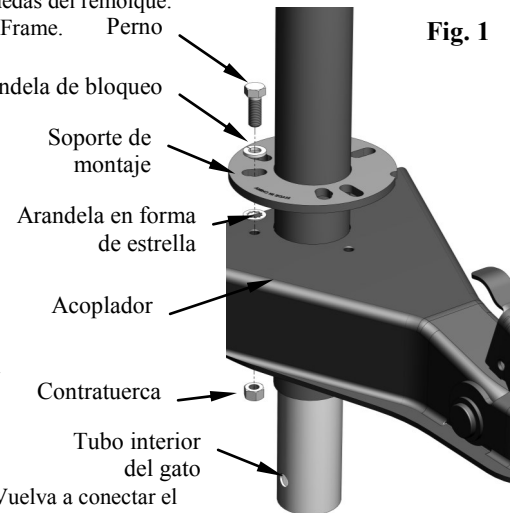

Fig. 1
2. Retire el pasador clavija y la pata estabilizadora del ensamblaje del gato. Si su gato ya está instalado, puede que deba remover el equipo para montar el gato (Fig. 1) con el fin de hacer esto.